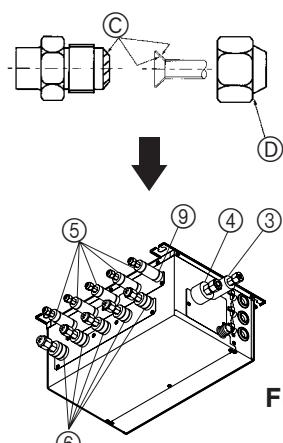

Fig. 7-2
- ⑤ Αλείψτε με λάδι ψυκτικού ολόκληρη (Fig. 7-2) τη διαπλατασμένη επιφάνεια.
- ⑥ Να χρησιμοποιείτε τα παρεχόμενα με τη μονάδα περικόχλια εκχείλωσης (αν τα προμηθευτείται από το εμπόριο, μπορεί να σπάσουν).